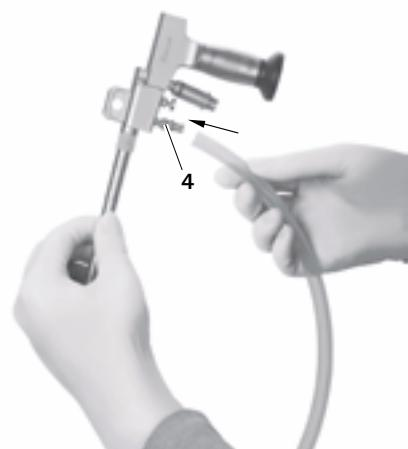

Fig. 20
- ▶ Anslut spolningsslangen till spolningsanslutningen **4**, se Fig. 20.